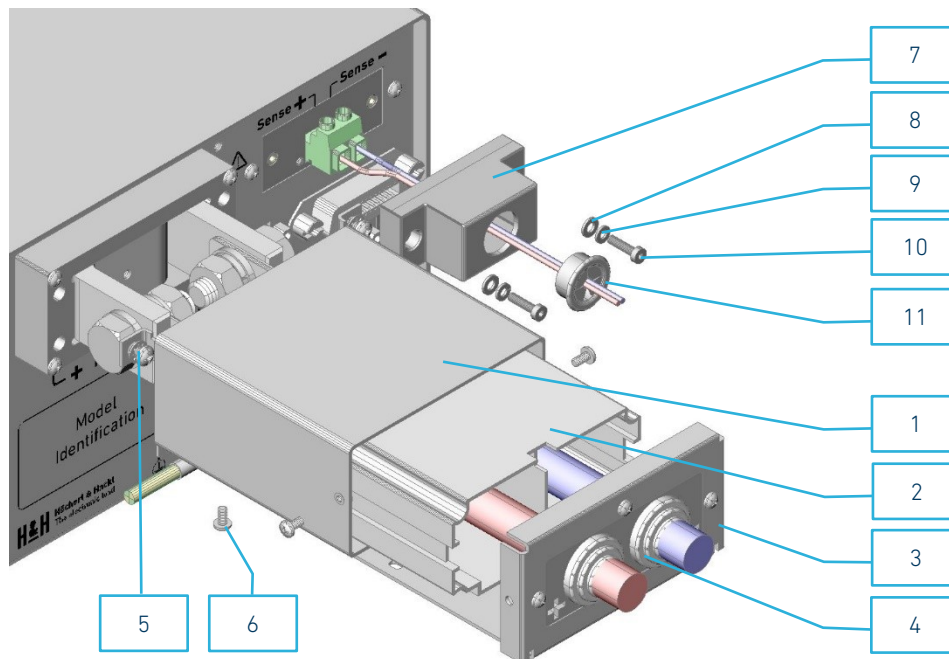

Abbildung 2.16: Bestandteile und Montieren der Sicherheitsabdeckung SAB-HES-3 und SAB-HES-3S
Die folgenden **Nummern** beziehen sich auf Abbildung 2.16.
7. Lose Enden der Lastkabel durch die Kabeldurchführungen **4** stecken. Auf richtige Polarität achten! Die Elemente der Abdeckung wie in Abbildung 2.16 zusammenschieben und wieder mit den zuvor gelösten Schrauben **6** verschrauben.